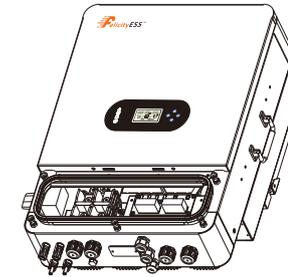

Abbildung 4.6-1 DRMS-Schnittstelle
Schritt 1: Schrauben Sie diese Abdeckung vom Wechselrichter ab, siehe Abbildung 4.6-1.